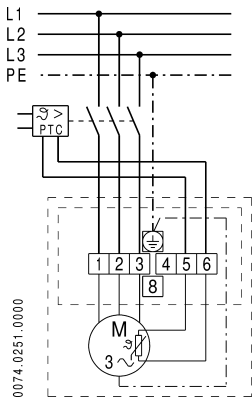

Bild 2: Anschluss-Schaltbild
Die Temperatur im Ventilatormotor wird durch Kaltleiter überwacht. Die Kaltleiter (Klemmen 5 und 6 im Klemmenkasten, Bild 2) müssen an ein Auslösesystem (Sicherheitseinrichtung nach Richtlinie 94/9/EG) angeschlossen werden, das den Ven-
Der Ventilator ist werksseitig so geschaltet, dass er bei Anschluss des Netzes wie im Anschluss-Schaltbild (Bild 2) die größtmögliche Förderleistung erbringt. In Standardausführung ergeben sich dabei die Dreh- und Förderrichtungen nach Tab. 2.
- Die Förderrichtung kann umgekehrt werden. Hierzu sind abweichend von Bild 2 die Netzleitungen L2 an Klemme 1 und L1 an Klemme 2 (Vertauschen der Außenleiter) anzuschließen (Bild 2). Beachten Sie, dass hierdurch